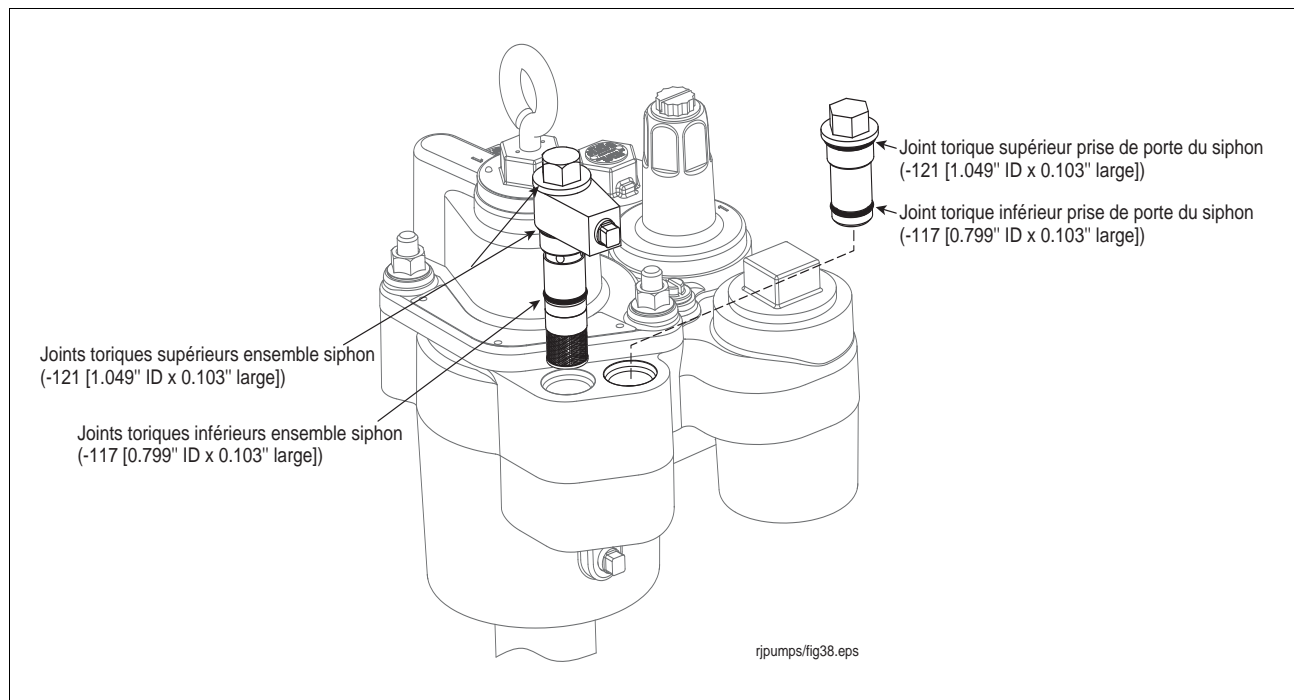

Figure 35. Insérer le Siphon complet dans le collecteur
5. Insérer la cartouche dans l'orifice du siphon (voir Figure 35). Faire tourner la sortie du siphon dans la direction désirée et serrer manuellement le corps hexagonal de retenue du siphon. Serrer au couple de 25 - 30 ft-lbs (34 - 41 N•m).